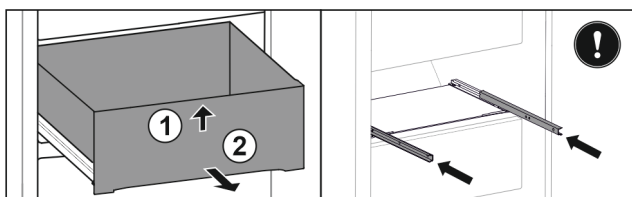

Fig. 42
- ▶ Nadvihnite zásuvku dopredu Fig. 42 (1).
- ▶ Odoberte ju dopredu Fig. 42 (2).